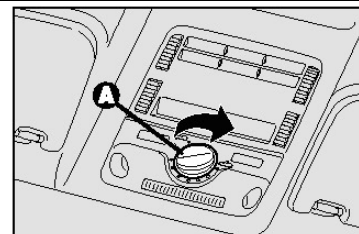

рис.87
**A** – **рис. 87**, по направлению указанному стрелкой. Если отпустить ручку люк остановится в том положении, в котором он находится.
**ПРЕДУПРЕЖДЕНИЕ.** Оптимальное положения комфорта при открытом люке, достигается ручкой **A** – **рис. 87**, когда она установлена напротив значка «С».
Повернуть ручку А – **рис. 87** против часовой стрелки.
Движение люка нажатием кнопки  или  на электронном ключе, может быть прервано ручкой А – **рис. 87** (изменяя ее положение или нажав на нее).